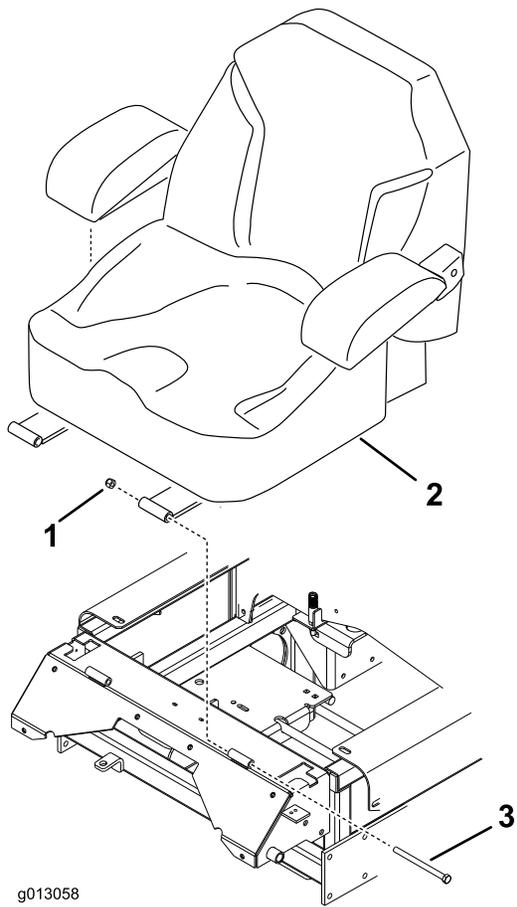

Figura 10
8. Instale las bisagras del asiento con (3/8 x 5 pulgadas) y 2 contratuercas (3/8 pulgada) (Figura 10).